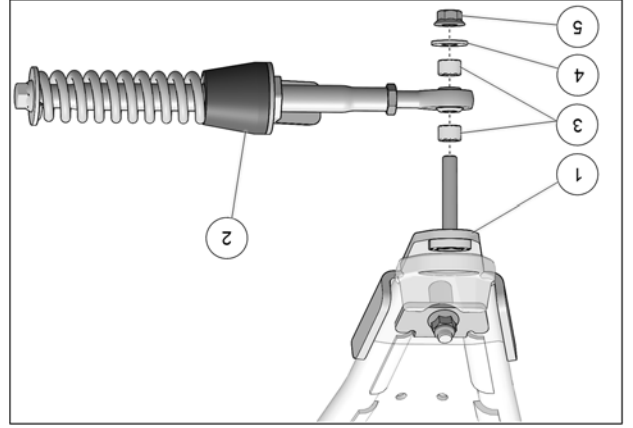

Fig. 22
9. Fixer le bras stabilisateur (2) au boulon déjà installé sur l'ancrage de suspension (1) à l'aide des deux espaces (3), de la rondelle (4) et de l'écrou autobloquant (5). Serrer à un couple de $70\text{ N}\cdot\text{m}$ [52 lb·pi]. Voir la Fig. 22